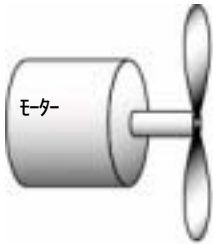
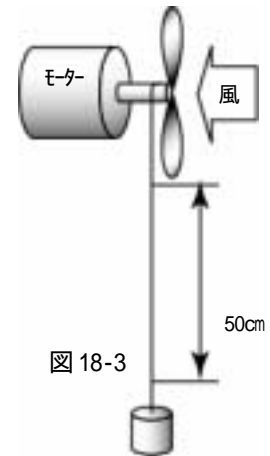
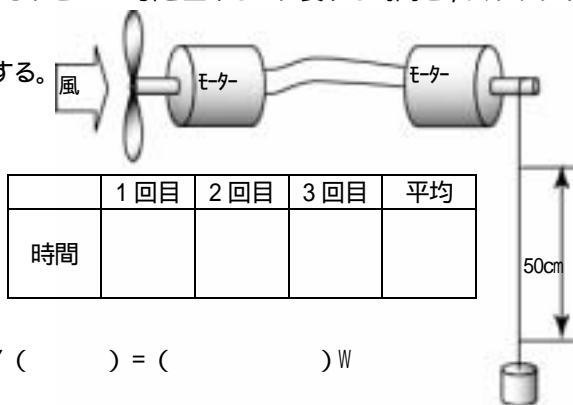

図 18-1
図 18-3
図 18-4
- (1) 図 18-1 のように、ソーラーモーター(モーター)にプロペラを固定する。
- (2) 糸には、10cm の間隔で印を 6 カ所(50cm 分)つける。
- (1) 図 18-1 のモーターの回転軸に、図 18-3 のように糸とおもりをつける。
- (2) 扇風機の風にあて、おもりを 50cm 引き上げるのに要する時間をストップウォッチで測定する。
- (3) (2) を 3 回繰り返し、その平均値で風の仕事率を計算する。
- (1) 図 18-1 のモーターから糸とおもりを外し、扇風機の風をあて、回転の様子を観察する。
- (2) モーターに電球をつなぎ、電球が光ることを確認する。
- (3) 図 18-4 のようにモーター とモーター ，及び糸とおもりを接続し，モーター に扇風機の風をあてる。
- (1) 方法 2 と 3 で仕事率の値が違う理由を考えよう。
- (2) 図 18-3 と図 18-4 とでは，どちらの方が風のエネルギーをより多く利用できたといえるか。
- (3) 効率が悪くても，電気に変換する利点はどこにあるか考えてみよう。
- (4) 風力発電装置を組み立て，校内で風の良くとおる場所を探して設置し，どれくらい発電することができるか調べてみよう。長い期間にわたって測定するときには，「21. 太陽エネルギーのつりかわり」で用いるデータロガーを利用してみよう。